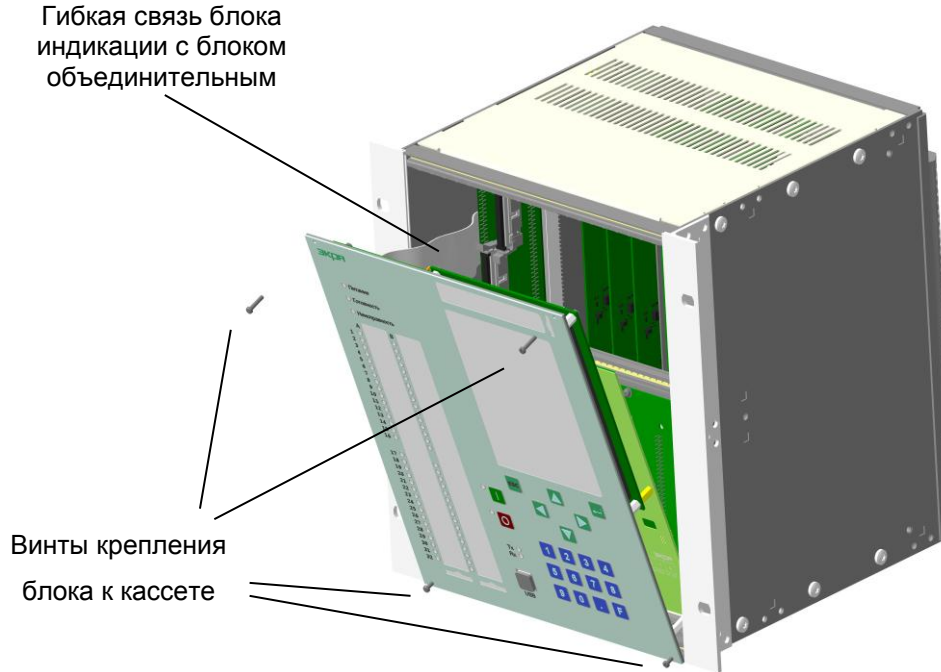

Рисунок 23 – Извлечение блока индикации из терминала
4.4.3.1 Выкрутить все винты крепления блока к кассете (см. рисунок 23), придерживая блок рукой с целью предотвращения падения блока.
4.4.3.2 Аккуратно разъединить гибкую связь блока с объединительной платой (см. рисунок 23).